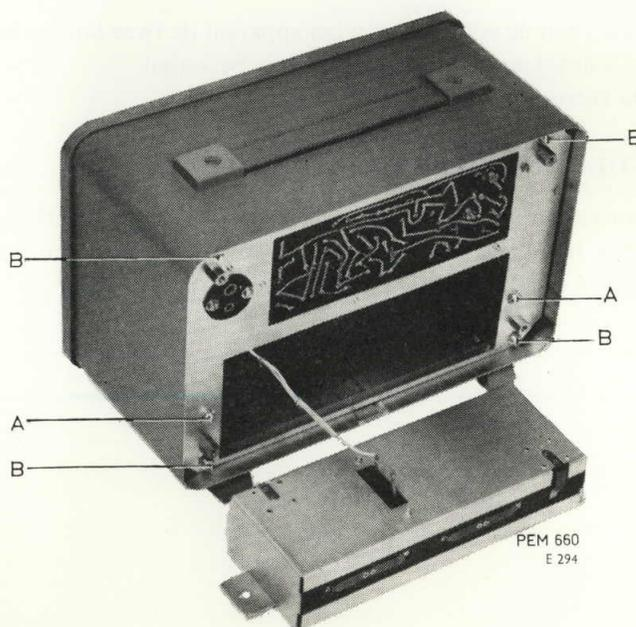

Fig. 3. Uitnemen van accubatterij
- Verwijder de twee schroeven „A” (zie fig. 3.)
- Verwijder de vier schroeven „B” (zie fig. 3).